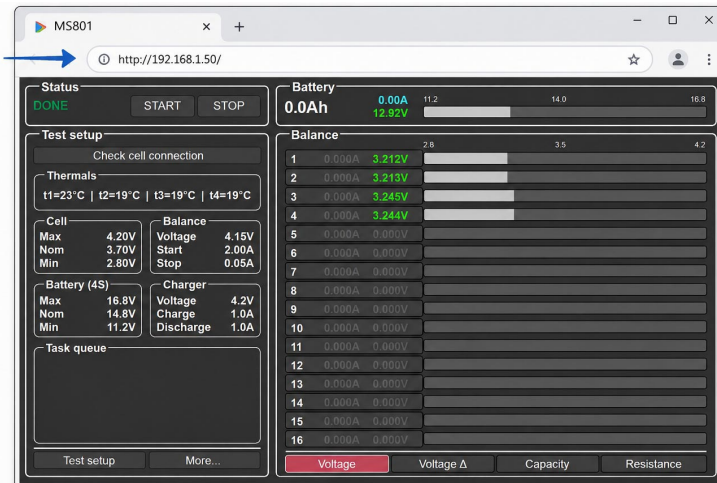

Рисунок 29
3. Введіть IP-адресу тестера в адресний рядок браузера та натисніть Enter. Приклад адреси для підключення: <http://192.168.1.50> (див. рис. 29).